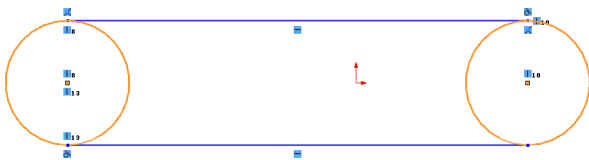

图 2-58 选择两个圆对象
(2) 单击【草图绘制】按钮，选择合适的边线，进入草图绘制环境，按住【Ctrl】键的同时，依次选择两个圆对象，如图 2-58 所示。